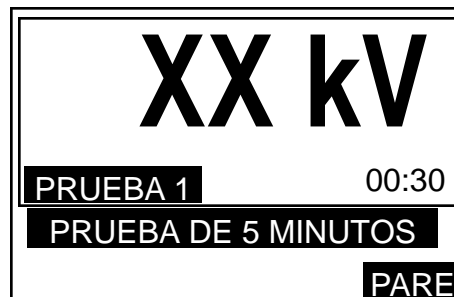

Figura 79. Pantalla de visualización del modo de agitación.
4. Cuando tiene lugar la ruptura (o se alcanza la tensión máxima), se corta la tensión de la prueba, se apaga el piloto indicador de alta tensión y el equipo de prueba empieza su período de agitación de la muestra de aceite. El agitador girar durante un período de 30 segundos y el valor de tensión de ruptura de la prueba anterior se sigue reteniendo en la pantalla. La pantalla de visualización será parecida a la figura 79.
4. Cuando tiene lugar la ruptura (o se alcanza la tensión máxima), se corta la tensión de la prueba, se apaga el piloto indicador de alta tensión y el equipo de prueba empieza su período de agitación intermedia. El agitador girar durante un período de 1 minuto y la tensión de ruptura anterior se sigue reteniendo en la pantalla. La pantalla de visualización será parecida a la figura 79. Se visualiza el tiempo restante para la agitación, alternando con la palabra "AGITACION".
4. Cuando tiene lugar la ruptura (o se alcanza la tensión máxima), se corta la tensión de la prueba, se apaga el piloto indicador de alta tensión y la pantalla indica que se está efectuando el tiempo de agitación intermedio de 1 minuto. El valor restante de agitación aparece en segundos, alternando con la palabra "AGITACION". La tensión de ruptura anterior se retiene en la pantalla, que será parecida a la figura 79.
5. Cuando haya finalizado el tiempo de agitación intermedio, la tensión de prueba empezará a aumentar de nuevo como en el paso (3), esta vez para la PRUEBA 2, y se repetirá el ciclo de eventos.